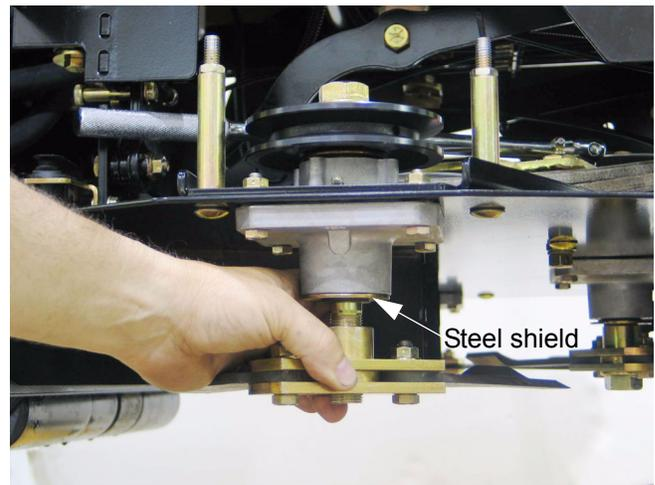

Figure 2.12
- 2.12. Slide the blade assembly off the spindle bolt. See Figure 2.12.